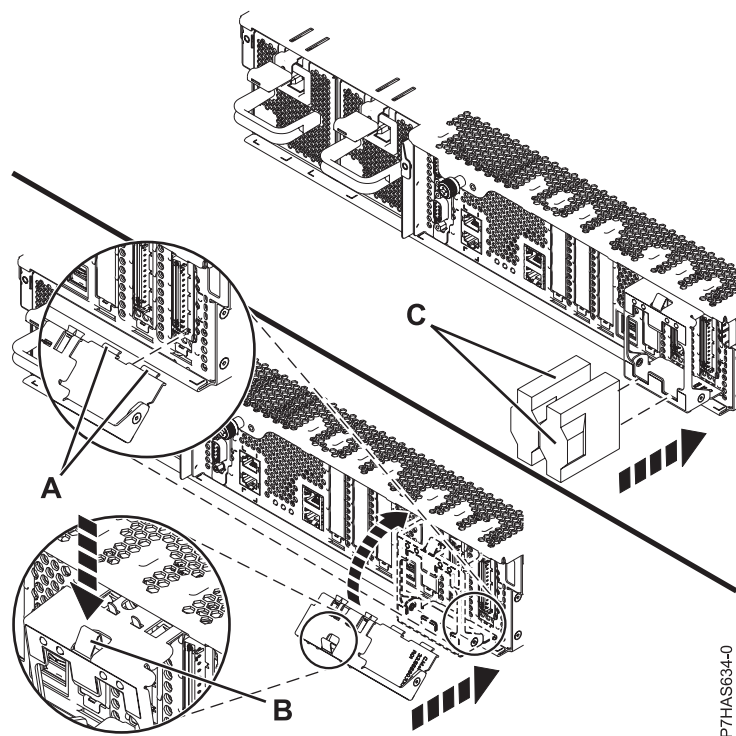

Figure 13. Remise en place du crochet de fixation de câble
8. Si le crochet de fixation de câble, illustré dans la figure 13, à la page 15 est fourni, effectuez les opérations suivantes :
- a. Afin de bloquer la patte inférieure dans l'emplacement du bloc, inclinez légèrement le support de câble **(A)** (voir la figure 13, à la page 15).